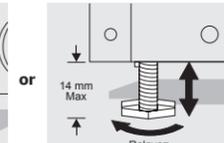

Figure 3
- Utilisez une clé ajustable pour ajuster les vis calantes. Abaissez les vis calantes de chaque côté dans le sens des aiguilles d'une montre jusqu'à ce qu'elles touchent le sol (Figure 3).